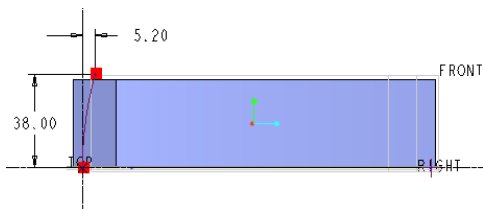

图 7-150 绘制图形
- ④ 在“扫描”选项卡中单击“创建或编辑扫描截面”按钮, 接着单击“草绘视图”按钮以定向草绘平面使其与屏幕平行。绘制图 7-150 所示的圆弧 (该圆弧的圆心位于水平参考线上), 然后单击“确定”按钮.